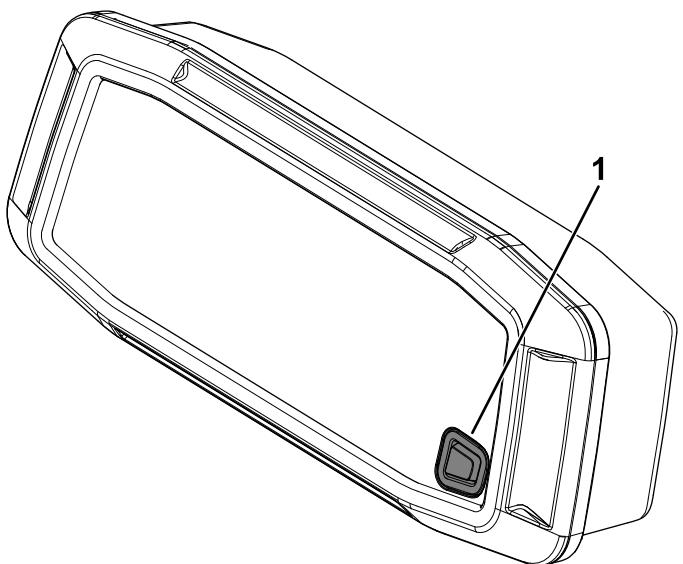

Figure 104
3. Le moteur en marche et la pédale de frein relâchée, appuyez sur le bouton de l'écran d'affichage pendant 10 secondes (Figure 104). L'indication de km/h ou mi/h se met à clignoter sur l'affichage.